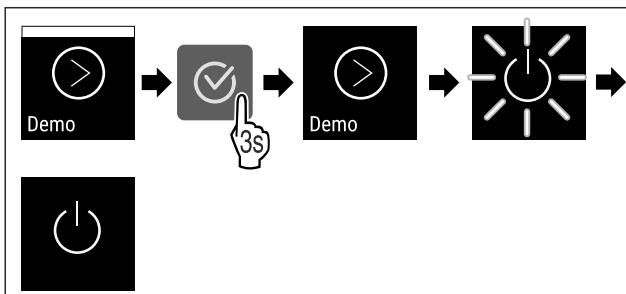

Fig. 101
- Εκτελέστε τα βήματα ενεργειών (βλέπε Fig. 101) .